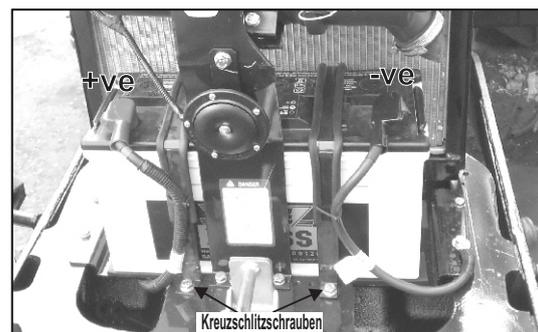

Abb. 5.17 (a)
1. Den Knopf {1, Abb. 5.17 (b)} durch Drehen gegen den Uhrzeigersinn entfernen.